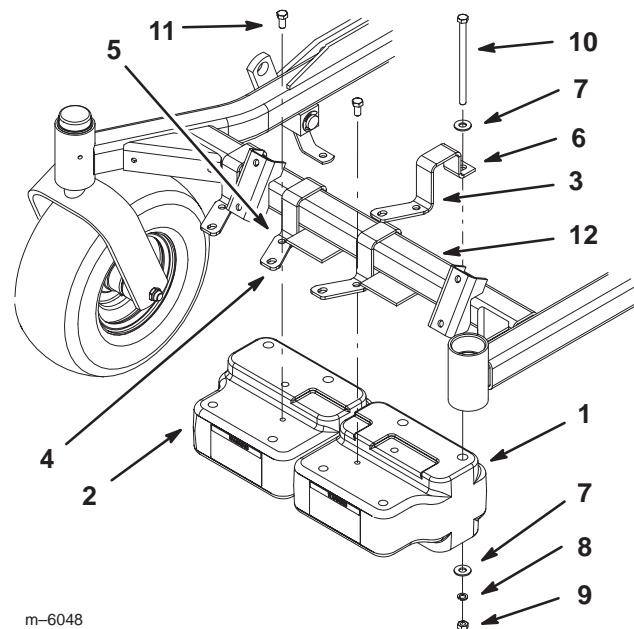

Figure 22
**Remarque :** Des masses et leurs supports sont placés à gauche et à droite (Fig. 22).
3. Les deux trous étant dirigés vers l'avant, placez les supports de masses gauche et droit sur le bâti avant (Fig. 22).
4. Montez les masses dans les trous arrière des supports à l'aide de 4 boulons (3/8 x 6-1/2"), 8 rondelles plates (3/8"), 4 rondelles de blocage (3/8") et 4 écrous (3/8") (Fig. 22).
5. Dans les trous centraux des supports, insérez 2 boulons (3/8 x 3/4") dans les masses (Fig. 22).